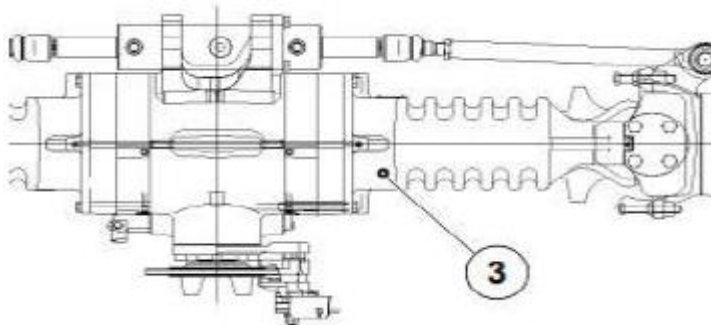

Рисунок 5.39 Сапун заднего моста
- Очистите сапун 3 и поверхность вокруг него см. рис. 5.39.